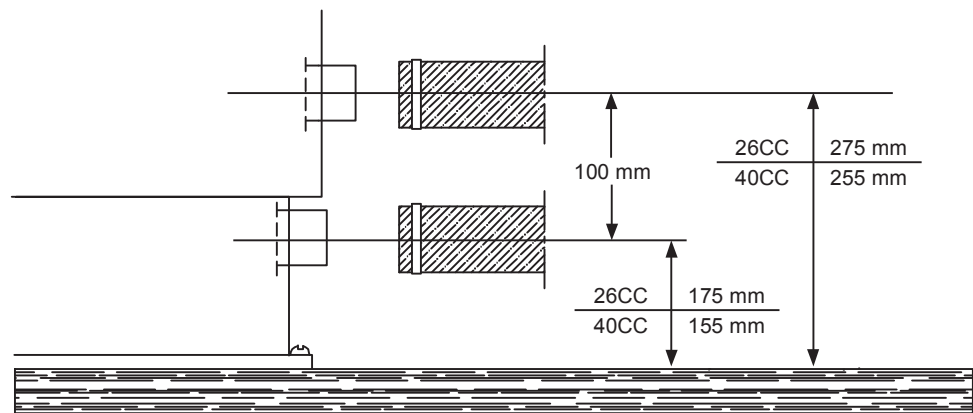

Bild 9. Installeringsmått
- rökgasröret och dess isolering (ø 120 mm, Finland – ø 320 mm, Sverige och Norge). Bilderna 10 och 11. Notera de olika måtten för modellerna 26CC och 40CC. Bild 9.